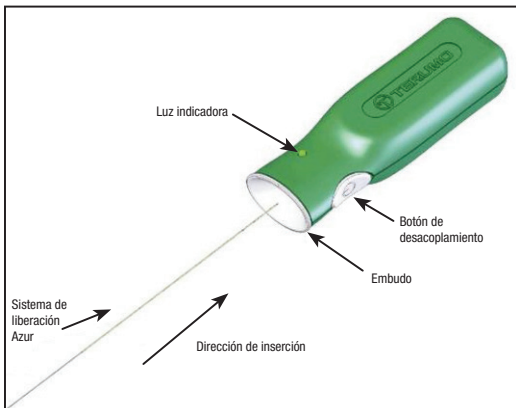

Figura 4. Controlador de desacoplamiento Azul
12. Abra la bolsa del tapón vascular Azul y saque el aro dispensador. Antes de utilizar el dispositivo, retire la cuña del aro del dispensador. Manteniendo el implante de tapón vascular y el introductor Azul en su sitio, saque el impulsor del aro dispensador, de forma que el extremo proximal del sistema de liberación quede expuesto. Tenga cuidado de no contaminar este extremo del sistema de liberación con sustancias extrañas, como sangre o medio de contraste. Inserte con firmeza el extremo proximal del sistema de liberación en la sección de embudo del controlador de desacoplamiento Azul. Consulte la figura 4. **No pulse el botón de desacoplamiento en este momento.**
31. Conecte el extremo proximal del sistema de liberación al controlador de desacoplamiento Azul; para ello, introduzca con firmeza el extremo proximal del sistema de liberación en la sección de embudo del controlador de desacoplamiento Azul. Consulte la figura 4.